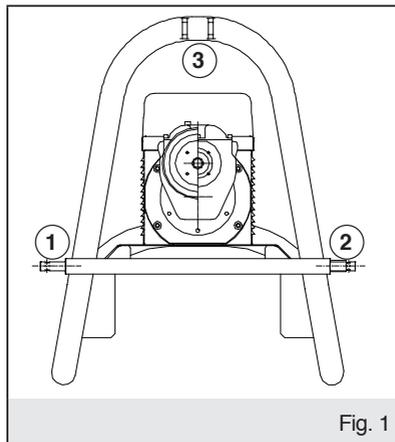

Fig. 1
1. Accoupler le tracteur au châssis du alternateur entraîné par tracteur, en utilisant l'axe pour le point supérieur et les deux douilles (si nécessaire) pour les deux points inférieurs, et bloquer le groupe au niveau des trois points mis en évidence (fig. 1) à l'aide des goupilles à cran prévues pour cela. Contrôler soigneusement que cette opération a été effectuée parfaitement car un blocage imparfait peut devenir extrêmement dangereux pour l'utilisateur final.